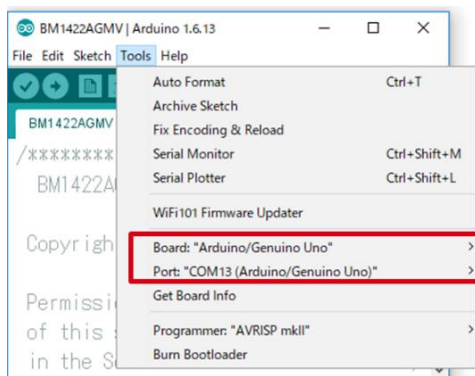

図 4 COM ポート設定
1. メニューの[Tools]の Board 部分を"Arduino/Genuino Uno", Port 部分を"COMxx(Arduino/Genuino Uno)"に変更(図 4) 。COM Port の番号は環境によって異なります。